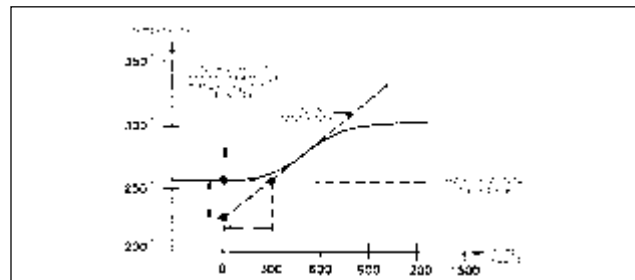

Figura 30 - Curva da reação do processo com malha aberta
5. No gráfico da temperatura obtido, desenhe três linhas conforme indicado na figura 30: a primeira, uma linha vertical (pontilhada) no momento em que foi registrada a reação no comportamento do processo; a segunda, uma linha horizontal (linha de base) alinhada com a temperatura estabilizada; a terceira, uma linha tangente, para obter a taxa de variação da temperatura. Feito isto, observe as intersecções destas linhas desenhadas no seu gráfico, e determine os seguintes dados: